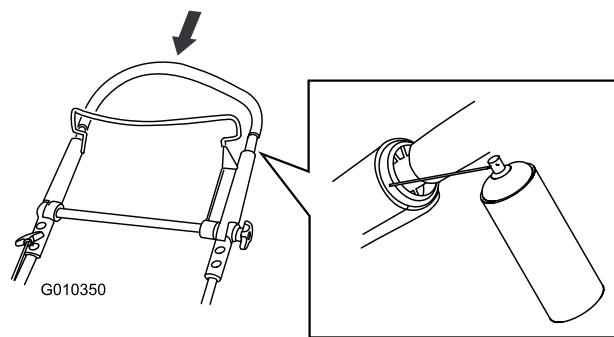

Figura 42
2. Empuje completamente hacia abajo el manillar superior y rocíe la superficie de plástico interior del manillar exterior (Figura 42).